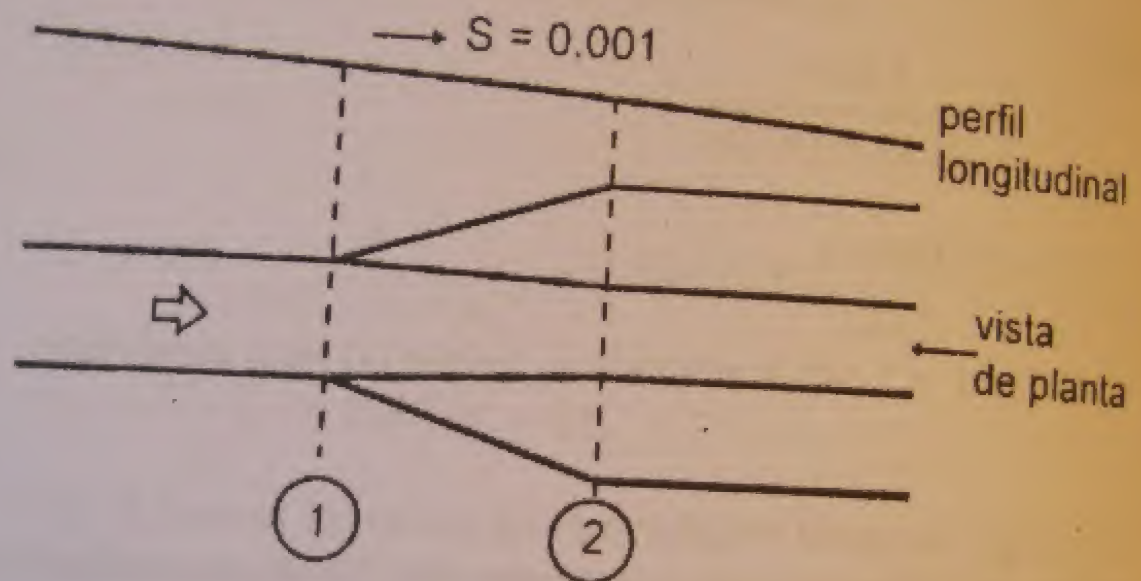

Figura 14. Perfil longitudinal y planta de un canal
19. A lo largo del perfil longitudinal de un canal revestido ($n = 0,014$), trazado con una pendiente del 1‰, que conduce un caudal de $1,5 \text{ m}^3/\text{s}$, se tiene un tramo donde se pasa de una sección rectangular a una sección trapezoidal. Este paso se realiza con una transición (figura 14).